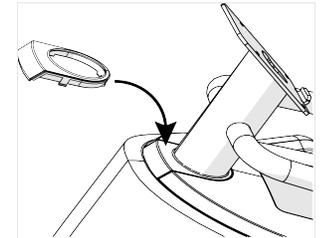

Abbildung 15
- Legen Sie die Dichtung um die Mittelstütze unterhalb der Herzfrequenzsensor-Griffe und passen Sie sie so in die obere Abdeckung ein, dass die Kanten der Dichtung bündig mit der oberen Abdeckung abschließen (Abbildung 15).